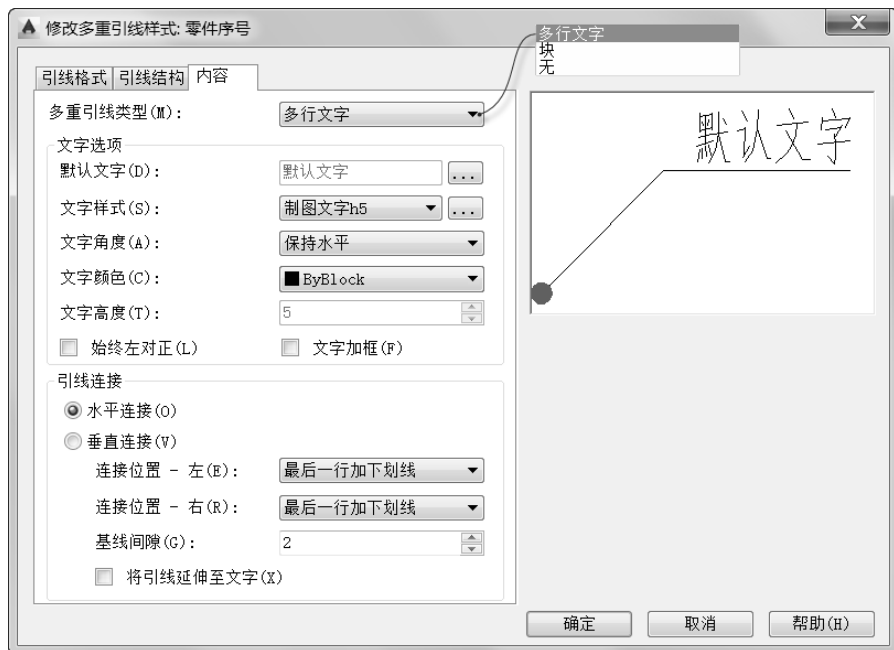

图 6-53 设置多重引线内容
4) 切换至“内容”选项卡，从“多重引线类型”下拉列表框中选择“多行文字”选项，接着分别指定文字选项和引线连接设置，如图 6-53 所示。多重引线类型分 3 种，分别是“多行文字”“块”和“无”。零件序号的多重引线类型可以是“多行文字”或“块”，如果选择“块”，那么还需要指定源块为“圆”。